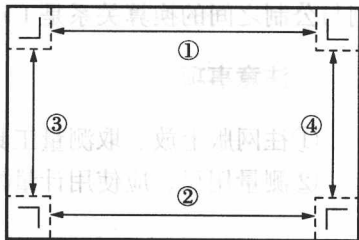

图 1-4 测量规线的距离
- ①将网印版平面（印刷面）朝下放在一个平滑的工作台上。
- ②准备测量工具。根据印版的大小，可以使用直尺、三角板或测长仪等工具。
- ③测量。
测版上部两条裁切线的距离（如图 1-4①所示）。
测版下部两条裁切线的距离（如图 1-4②所示）。
测版左侧两条裁切线的距离（如图 1-4③所示）。
测版右侧两条裁切线的距离（如图 1-4④所示）。